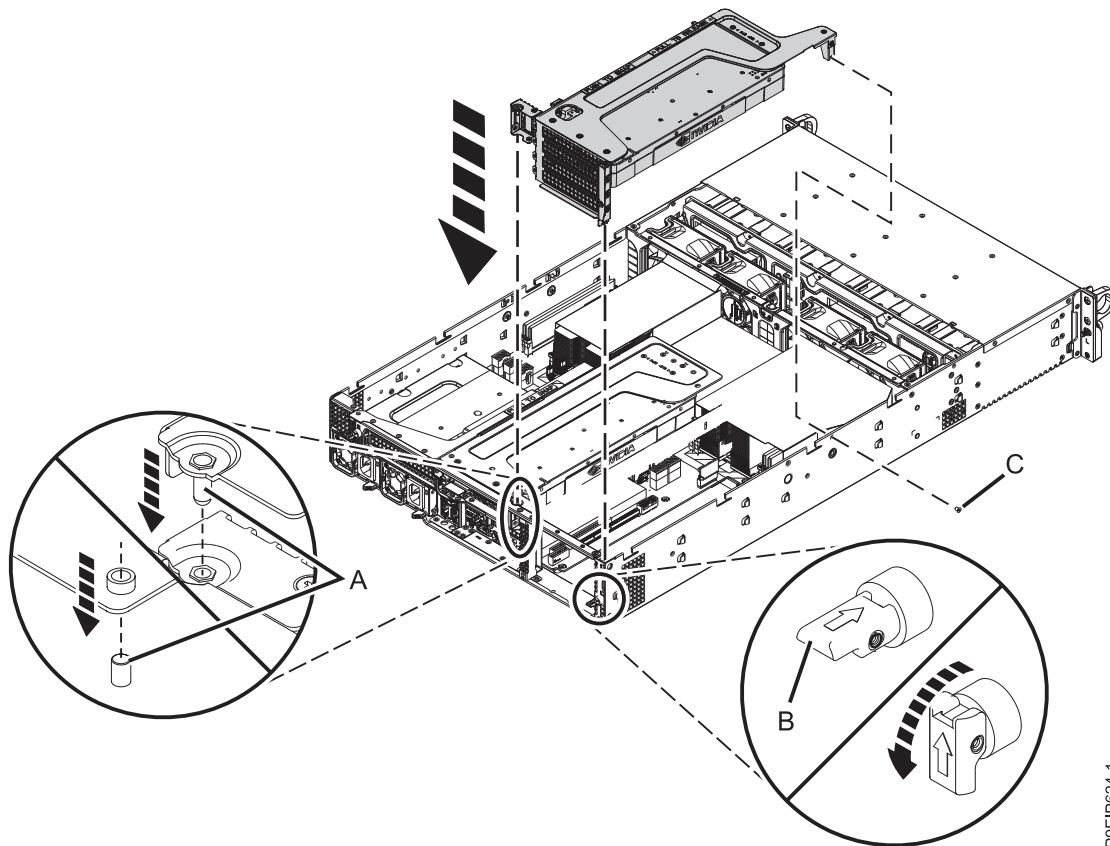

Figura 62. Inserindo o riser do adaptador PCIe
- h. Insira o riser PCIe conforme mostrado na Figura 62.